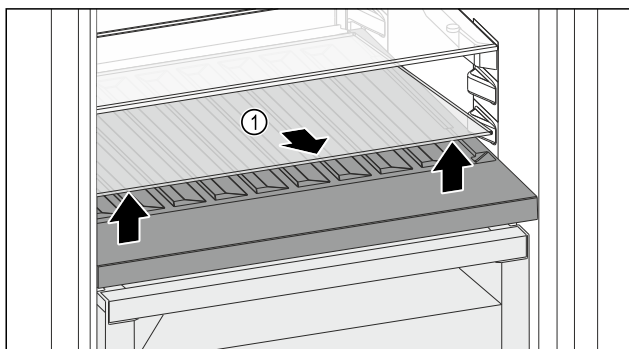

Fig. 156
- Skleněnou desku Fig. 156 (1) zvedněte za vybrání vpředu a vyjměte ji.
- Skleněnou desku Fig. 156 (1) uložte bezpečně mimo spotřebič.